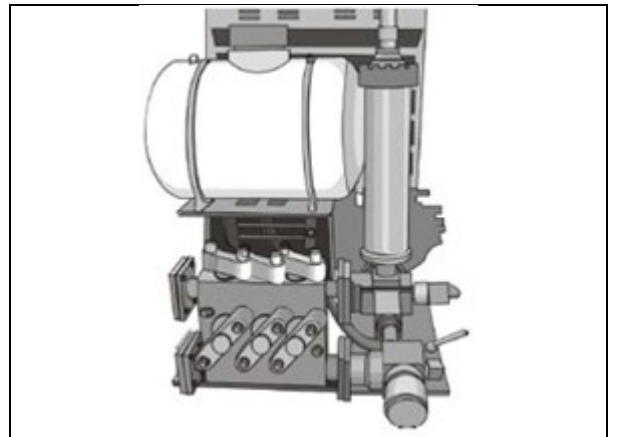

Figure 4-30 Dispositif antigel d'hiver
- D. Collectez, stockez et éliminez correctement l'antigel usagé. Figure 4-30 Dispositif antigel d'hiver